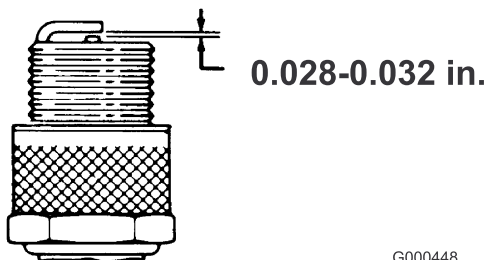

Figura 24
3. Ajuste el hueco entre electrodos de 0,028 a 0,032 pulgadas (0,05 a 0,07 cm) (Figura 24).